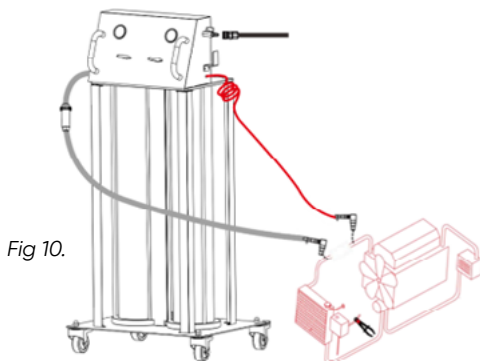

Fig. 10.
1. Scollegare il tubo superiore del radiatore, selezionare i tubi e gli adattatori di dimensioni adeguate e collegarli ai tubi del veicolo. Collegare il tubo del fluido vecchio (trasparente) al lato del radiatore e collegare il tubo del fluido nuovo (rosso) al lato del motore; (Fig. 10).